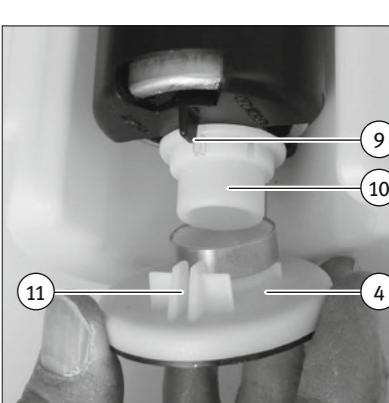

Abb. 4/Fig. 4/Puc. 4/图4
• 拔下燃油泵的电气接头 (6)。
• 打开软管夹并拔下软管 (5)。同时不要损坏燃油软管。
• 将旧燃油泵小心地从支架内压出(图 4)。